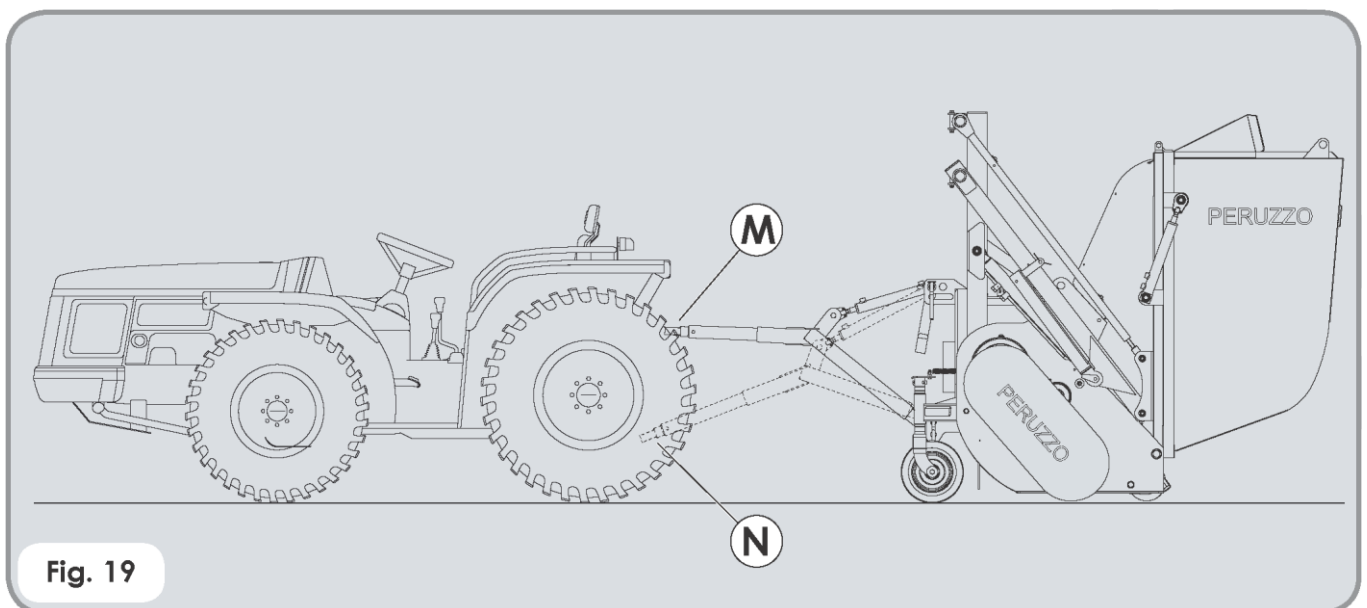

Fig. 19
De dissel kan aan het bovenste driepuntkoppeling van de tractor (M) bevestigd worden of op de lager gelegen koppeling (N). (zie **fig. 19**).